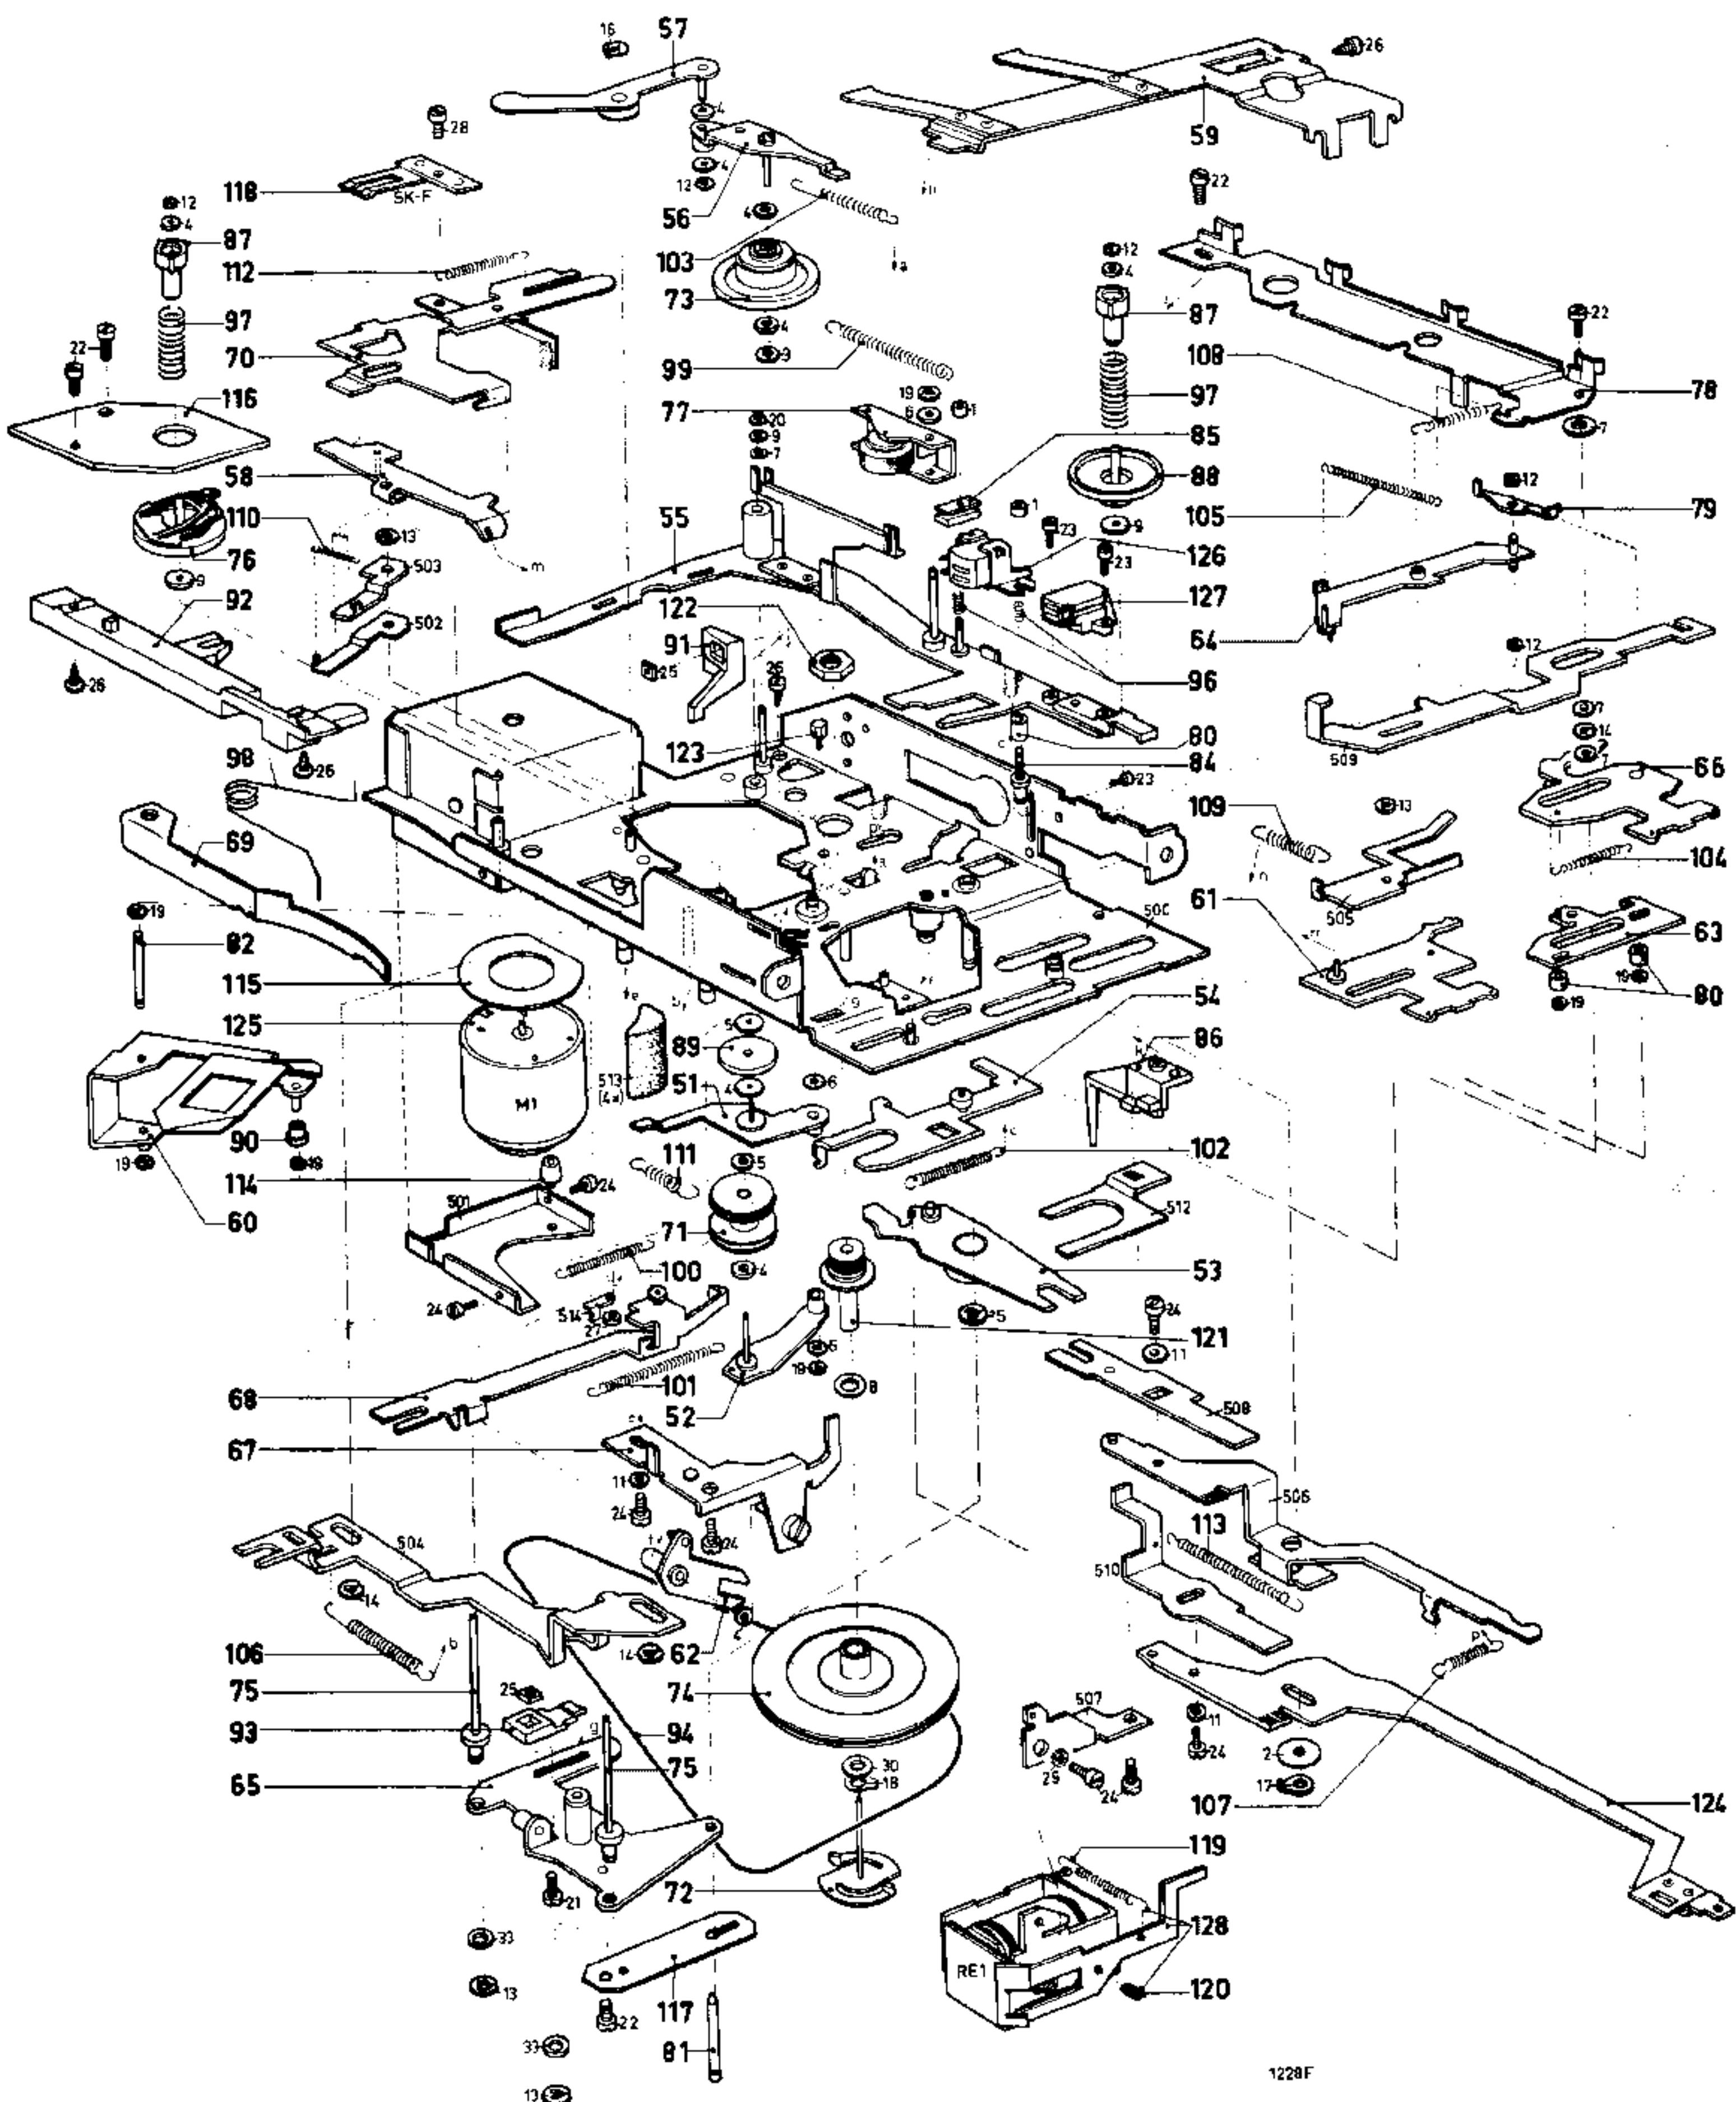

Fig. 11
12. Volant 74 (voir fig. 11)
13. Réglage de la force d'éjection de la cassette (voir fig. 11)